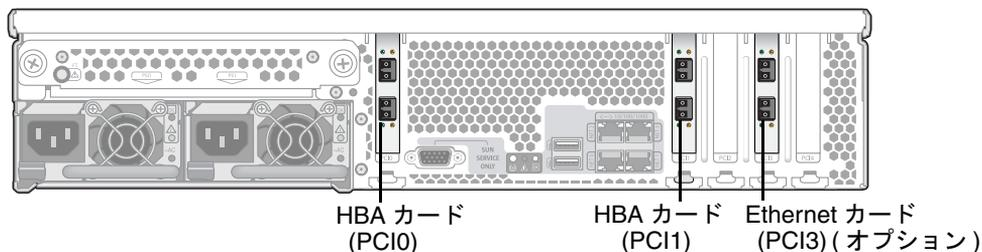

図 1-3 2 枚の HBA カードを装備した Sun StorageTek 5320 NAS Appliance の背面パネル
Sun StorageTek 5320 NAS Cluster Appliance 構成では、2 台の高可用性 (HA) サーバーが対で販売され、ソフトウェアシリアル番号でサーバー「-H1」およびサーバー「-H2」として識別されます。各サーバーは、2 枚のデュアルポート FC HBA カードを装備しており、その他のオプションのカードを取り付けることもできます (7 ページの「全構成のサーバーオプション」を参照)。図 1-3 に、2 枚の HBA カードを装備したサーバーの背面を示します。